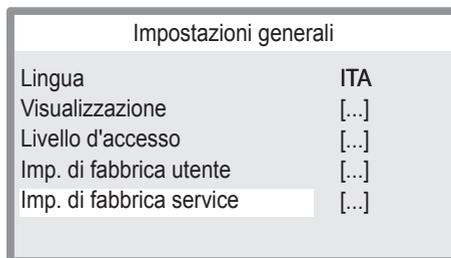

Figura 5.97
- Premere il tasto 15 (Figura 5.92) per accedere al menu selezionato (Figura 5.97).